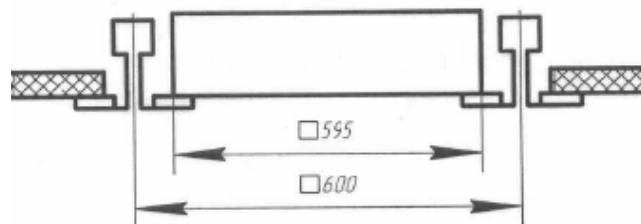

Рисунок 2 - Схема установки светильника
6.3 Установка светильника на опорную поверхность (см. рисунок 2).